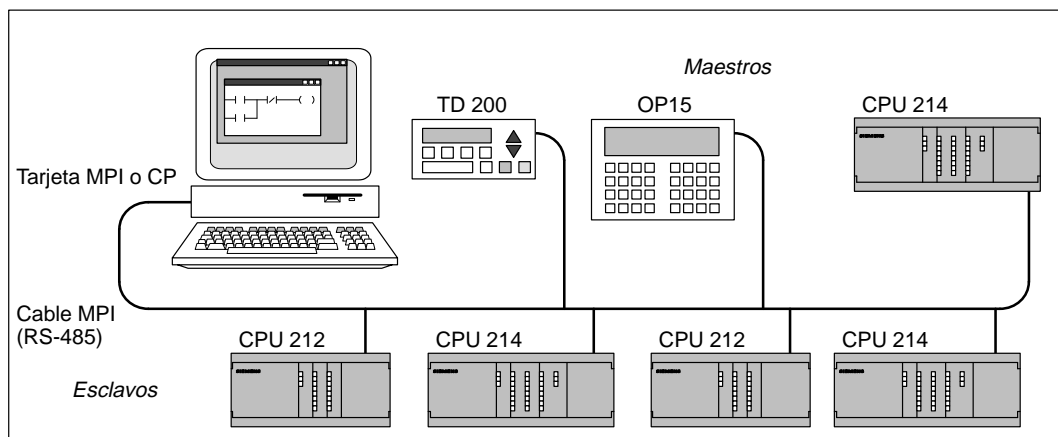

Figura 3-5 Ejemplo de una red de maestros y esclavos con una tarjeta MPI o CP
STEP 7-Micro/WIN se puede utilizar con una tarjeta de interface multipunto (MPI) o con un procesador de comunicaciones (CP). Ambos componentes disponen de un puerto RS-485 sencillo para la conexión a la red mediante un cable MPI. STEP 7-Micro/WIN 32 (la versión de 32 bits) asiste la parametrización MPI para una red MPI, lo que no es el caso en STEP 7-Micro/WIN 16 (la versión de 16 bits). Tras establecer la comunicación MPI, STEP 7-Micro/WIN se puede conectar a una red que contenga otros maestros. Cada uno de ellos debe tener una dirección unívoca. La figura 3-5 muestra una red de ejemplo compuesta por unidades maestras y esclavas. Para obtener informaciones más detalladas acerca de la comunicación en redes, consulte el capítulo 9. Para obtener informaciones más detalladas sobre la tarjeta MPI y los diversos procesadores de comunicaciones (CPs) disponibles, consulte el apartado 9.4. En el Anexo G se indican las respectivas referencias.